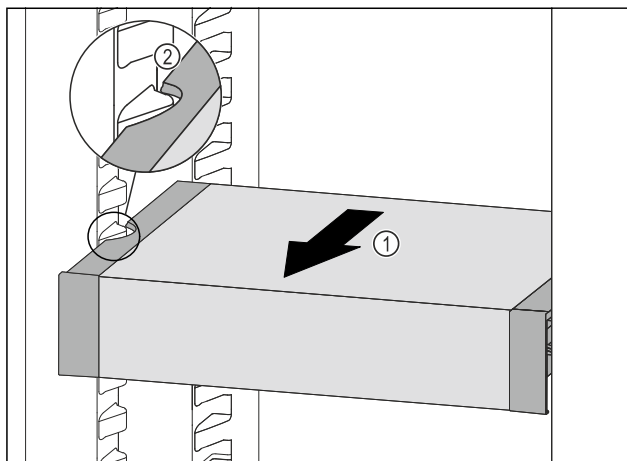

Fig. 164
- ▶ Táhněte VarioSafe dopředu Fig. 164 (1), dokud nebudou boční vybrání VarioSafe na úrovni žebrování na nádoby v chladničce. Fig. 164 (2)